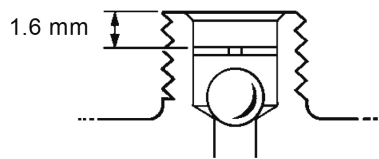

Fig. 3
- Dévisser le couvercle (1) du corps.
- Détacher le flotteur (4) du levier puis enlever le mécanisme en dévissant les vis (8).
- Le clapet (5) peut être facilement changé une fois que le flotteur a été enlevé.
- Le clapet de retenue doit être monté dans le trou de sortie et maintenu par un circlip, lequel est fixé à 1,6 mm en dessous de la surface de sortie de l'éliminateur comme représenté sur la Fig. 3.